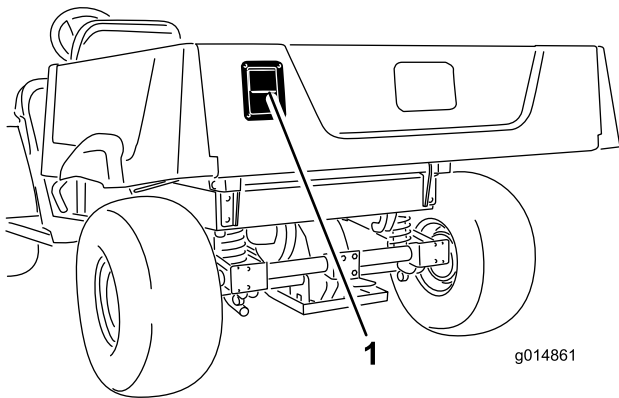

Figura 16
- Para abrir el portón, tire del enganche hacia fuera y hacia arriba, luego baje el portón lentamente (Figura 16).